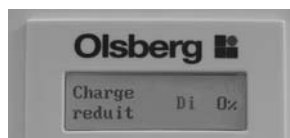

Fig.24
a) En appuyant sur OK, vous pouvez effectuer des réglages manuellement. Vous accédez à la commande de menu Jour de la semaine et à la baisse du niveau de charge correspondante (Fig. 24). Avec les touches + ou -, vous pouvez régler le jour de la semaine et confirmer avec OK, puis définir avec + ou - la baisse du niveau de charge correspondante (de 0 à 70%). Avec OK vous validez cette paire de valeurs. Vous pouvez ensuite définir d'autres jours de la semaine avec les baisses correspondantes.